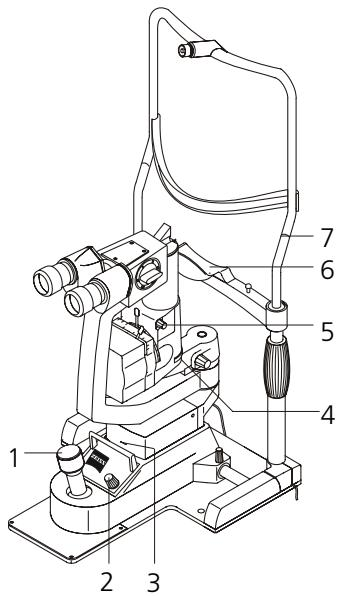

Fig. 23 Ajustar la lámpara de rendija
- Luego ajustar la luminosidad deseada con el regulador de luminosidad (2, Fig. 23) en la base del instrumento. En el tope izquierdo del regulador está interrumpida la alimentación de corriente. Al girarlo se modifica de forma continua la luminosidad. En el tope derecho se encuentra el regulador a la luminosidad máxima.
- Ajustar la altura del soporte de barbilla (6, Fig. 23) de manera que los ojos del paciente estén más o menos a la misma altura de los anillos de marca rojos (7, Fig. 23).
- Girar la palanca de mando de coordenadas (1, Fig. 23) para colocar a lámpara de rendija en la posición vertical media; esto se controla con la marca roja (3, Fig. 23).
- Los filtros pueden ser seleccionados de acuerdo a las necesidades, mediante la rueda de ajuste (4, Fig. 23).
- Para la iluminación regrediente debe ajustarse en lo posible un ángulo pequeño entre la observación y la iluminación, y la iluminación debe descentrarse levemente con el botón (5, Fig. 23).